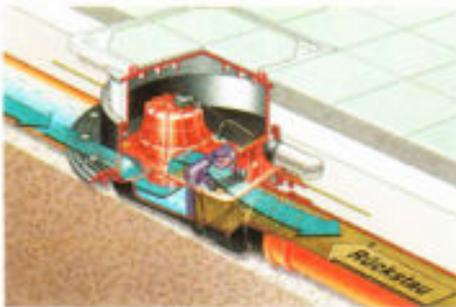

Abb. 123
Rückstauumpfanlage Pumpfix S; Abb. 123, Bezugsquelle (9)